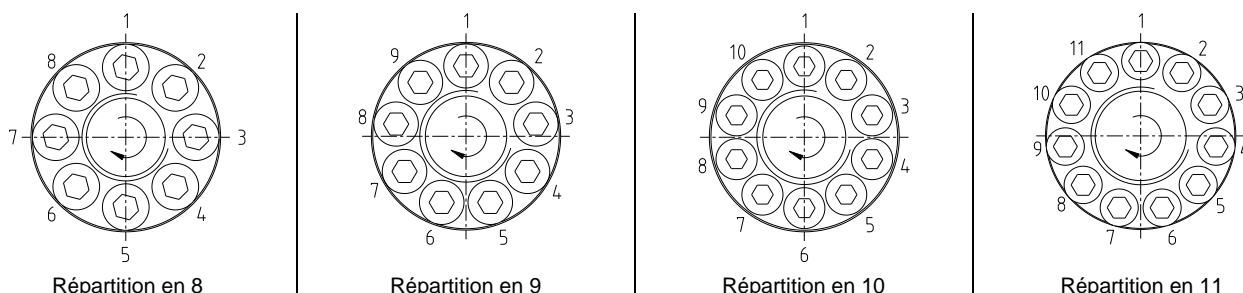

Fig. 32 : Serrage des vis de pression (dans l'ordre)
- Serrer ensuite progressivement toutes les vis de pression l'une après l'autre (voir fig. 32).